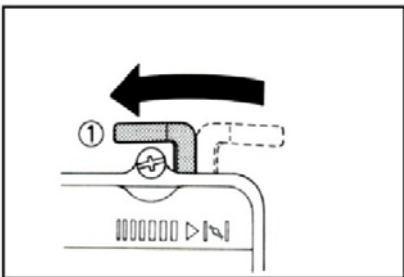

Рис. 5 Воздушная заслонка
- ЗАКРЫТО при запуске горячего двигателя. (Рис. 5)